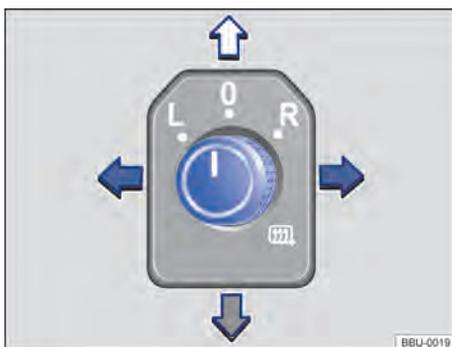

Fig. 92 Na porta do condutor: botão rotativo dos espelhos retrovisores externos.
- Girar o botão rotativo na porta do condutor para o símbolo desejado → Fig. 92.